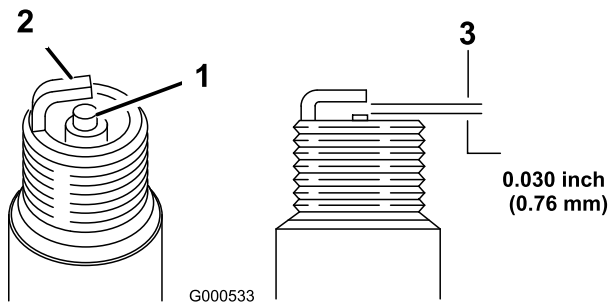

Figura 34
1. Controllate il centro della candela (Figura 34). Se l'isolatore è marrone chiaro o grigio, il motore funziona correttamente. Una patina nera sull'isolatore significa in genere che il filtro dell'aria è sporco.
2. Controllate la distanza tra gli elettrodi centrale e laterale (Figura 34). Se la distanza non è esatta, piegate l'elettrodo laterale (Figura 34).